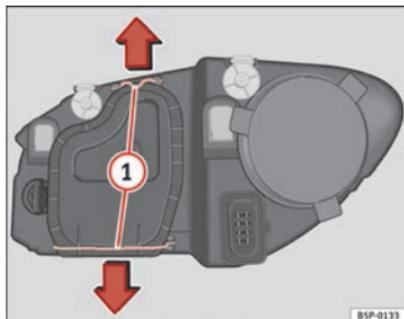

Abb. 190 Abblendlicht
- Verschieben Sie die Streben ⇒ Abb. 190 ① in Pfeilrichtung und nehmen Sie den Deckel ab.